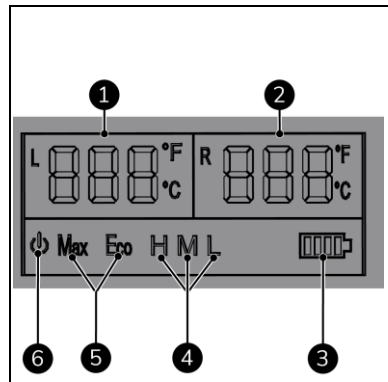

Figure 6
- Température (Figure 6, pos. 1 & 2) montre la température réglée ou actuelle dans le box de gauche ou de droite (Celsius ou Fahrenheit).
- Batterie (Figure 6, pos. 3) montre le statut de la batterie du véhicule.
- Protection batterie (Figure 6, pos. 4) montre le mode de protection de la batterie sélectionné actuellement (élevé, moyen ou faible).
- Capacité de refroidissement (Figure 6, pos. 5) montre la capacité de refroidissement (MAX ou ECO).
- MARCHÉ/ARRÊT (Figure 6, pos. 6) montre si l'appareil est en marche ou à l'arrêt.
Lorsque l'appareil est raccordé à l'alimentation électrique, l'indication marche/arrêt (Figure 6, pos. 7) est allumée.